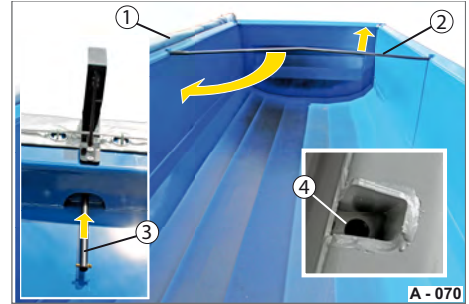

Abb. 70 Querstange bedienen
- ▶ Ziehen Sie die Querstange (Abb. 70/2) hoch, bis diese aus der mittleren Lochung (Abb. 70/4) herauskommt.